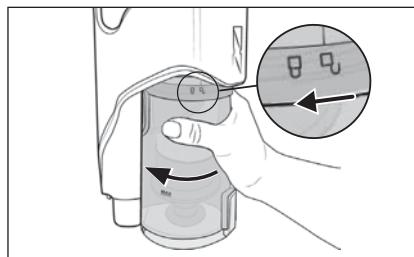

Fig. 17
- 2) Pour extraire le bac à poussière ⑥ de l'appareil, tournez-le dans le sens du symbole  (ouvrir) jusqu'à ce qu'il se détache de l'appareil (voir fig. 17).